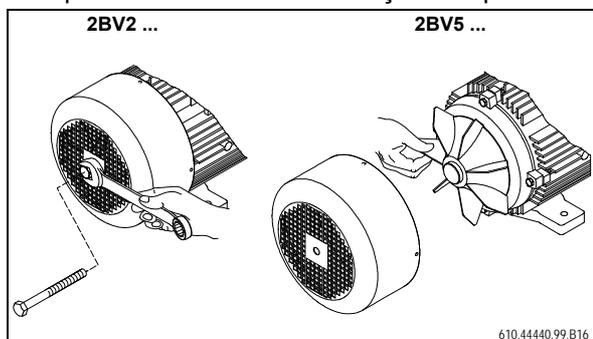

Fig. 15: Girar o eixo
- Entretanto, girar ocasionalmente o eixo na direcção de rotação (Fig. 15, página 23).